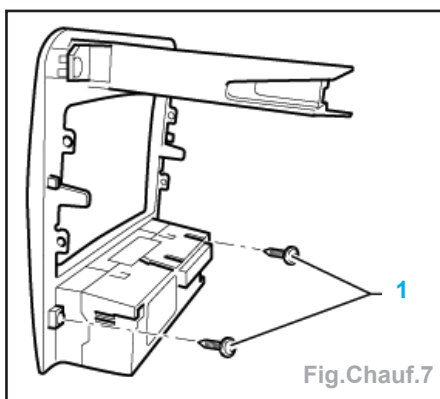

Fig.Chauf.7
Nota : l'appareil de commande et d'affichage est fixé à la console par 2 vis (1) depuis l'intérieur (Fig.Chauf.7).